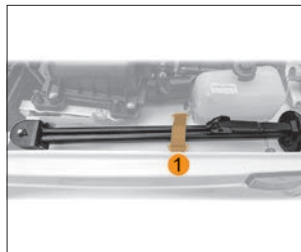

Рис. 44. Укладка и крепление домкрата и запасного колеса
– уложите домкрат и запасное колесо, как показано на рис. 44, и закрепите их эластичными ремнями **1** и **2**. Кроме того, зафиксируйте положение запасного колеса винтом **3**, предварительно подав запасное колесо максимально возможно вперед по ходу движения автомобиля.